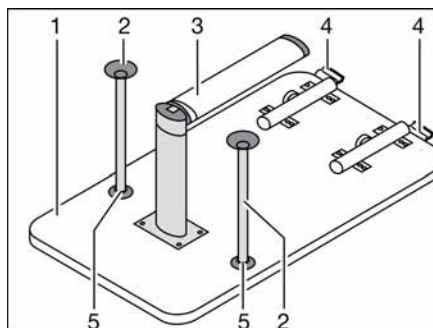

Bild 92 Bettunterbau
- Die Tischplatte (Bild 92,1) vorn ca. 45° anheben.
- Den unteren Teil des Gelenkstützfußes (Bild 92,3) um 90° umklappen. Dazu je nach Modell den unteren Teil des Gelenkstützfußes nach unten ziehen oder den Entriegelungsknopf drücken.
- An der Verriegelung (Bild 92,4) den Entriegelungsknopf drücken.
- Je nach Modell die beiden zusätzlichen Stützfüße (Bild 92,2) in die Aufnahmen (Bild 92,5) an der Unterseite der Tischplatte stecken.